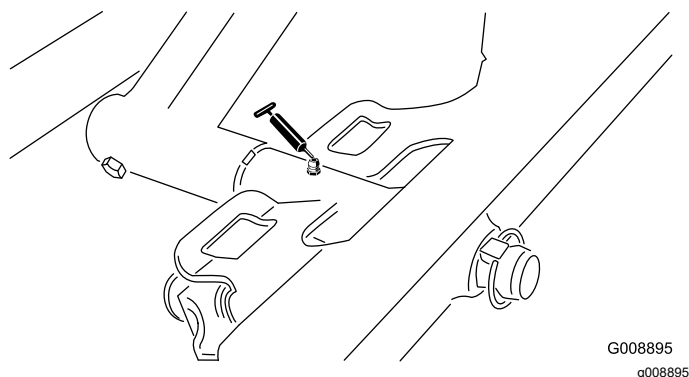

Figura 32
- Articulação da unidade de corte frontal (Figura 32)